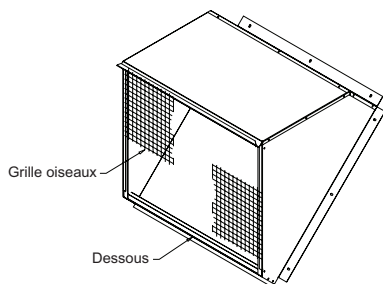

Figure 3 — Assemblage du dessus et de l'avant
3. Monter le dessus sur l'avant et les côtés en faisant chevaucher les brides, comme sur la Figure 3. Utiliser les vis à tôle de 5/8 po de long fournies.